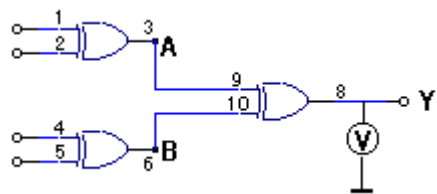

图 5-2 异或门逻辑功能测试接线图
- (1)选二输入四异或门电路 74LS86，按图 5-2 接线，输入端 1、2、4、5 接逻辑电平，输出端 A、B、Y 接 LED 电平指示。（注意：芯片要接通电源）
- (2)将逻辑电平按表 5-2 置位，将结果填入表中。